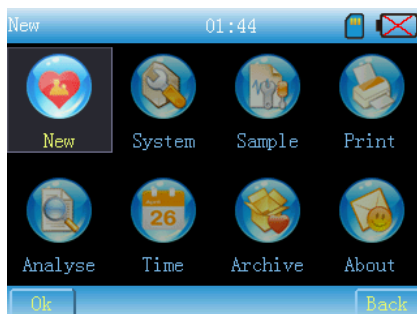

Fig. 7-5
3.  Haga clic en el icono del menú para acceder al menú principal, como en la Fig.7-5.